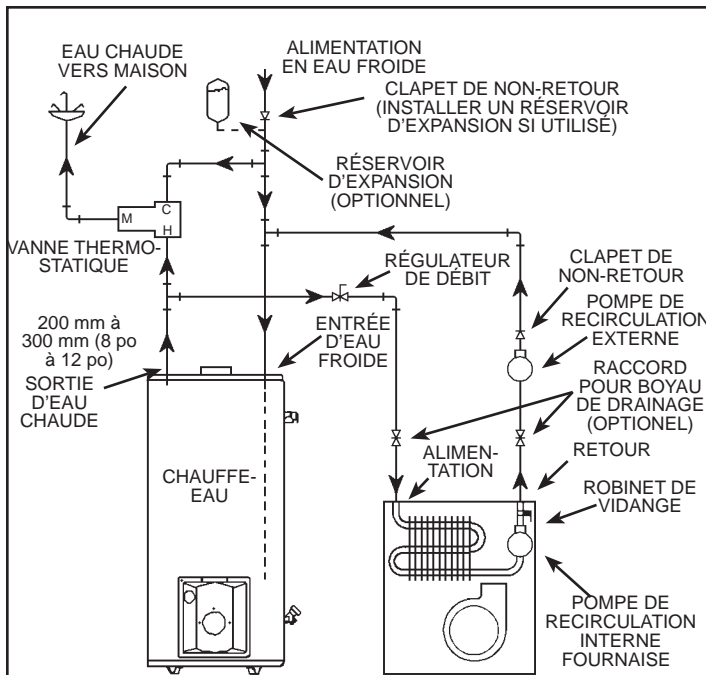
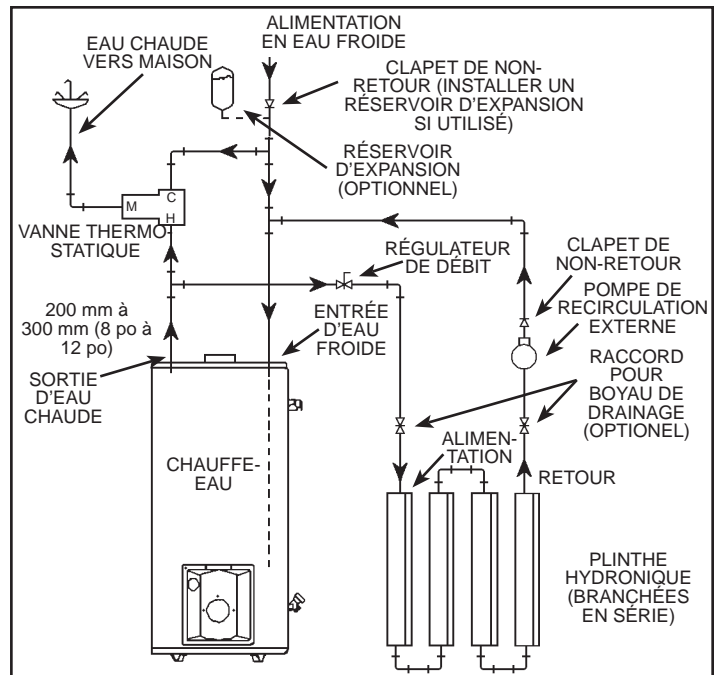

Figure 17. Chauffage combiné, échangeur de chaleur
Figure 19. Chauffage combiné, boucle de chauffage (plancher)
8. Les systèmes de chauffage combiné fonctionnent à une température plus élevée que les systèmes réguliers. Dans ce cas, il faut prendre certaines précautions, comme installer une vanne thermostatique sur la canalisation d'alimentation en eau chaude, afin de réduire la température de l'eau du système et ainsi réduire les risques d'ébullition (voir Figure 17 à Figure 19).
1. Une fournaisie munie d'un échangeur d'air approprié (Figure 17).
3. Une boucle de chauffage de chauffage radiant (Figure 19).